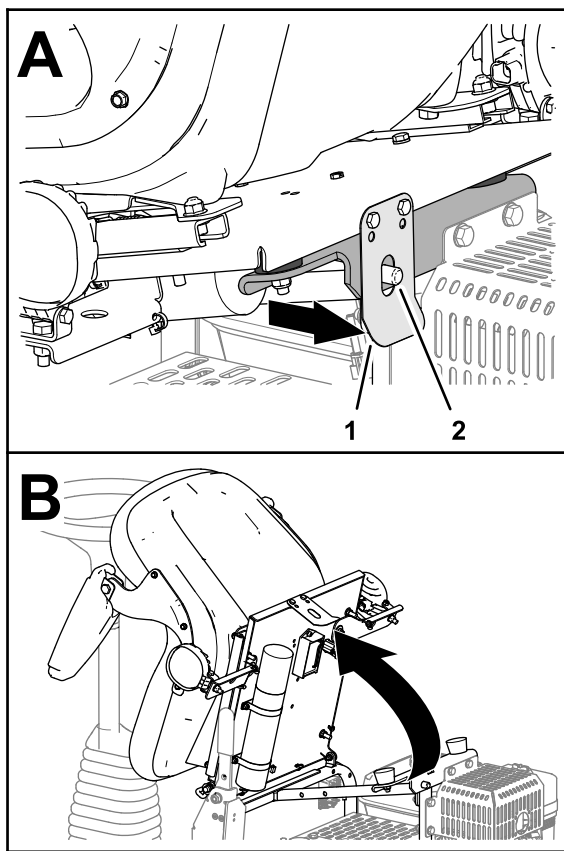

图23
1. 向后拉动座椅门锁直至其脱离座椅门锁销 图23。
2. 向前倾斜座椅 图23。